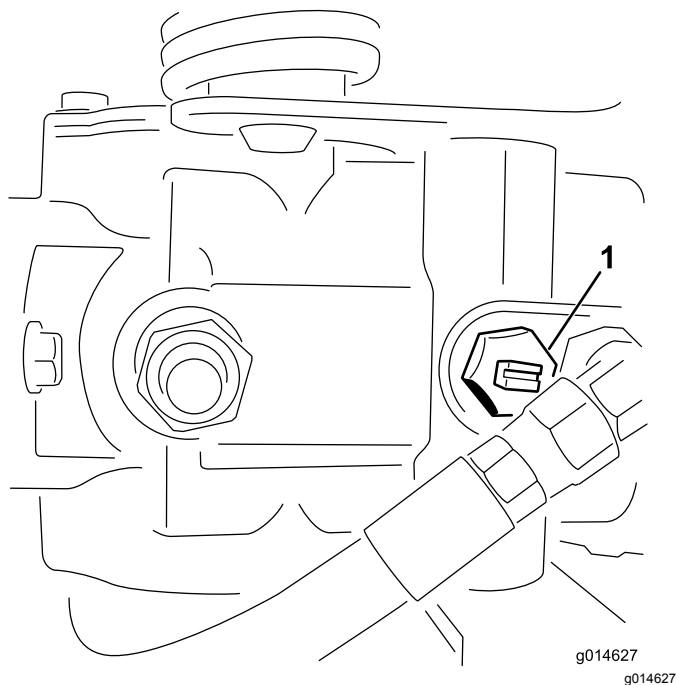

Рисунок 41
1. Найдите на насосе перепускной клапан и поверните его так, чтобы паз был вертикален (Рисунок 41).
2. Перед запуском двигателя закройте перепускной клапан, повернув его так, чтобы паз был горизонтален (Рисунок 41). Не запускайте двигатель, когда клапан открыт.